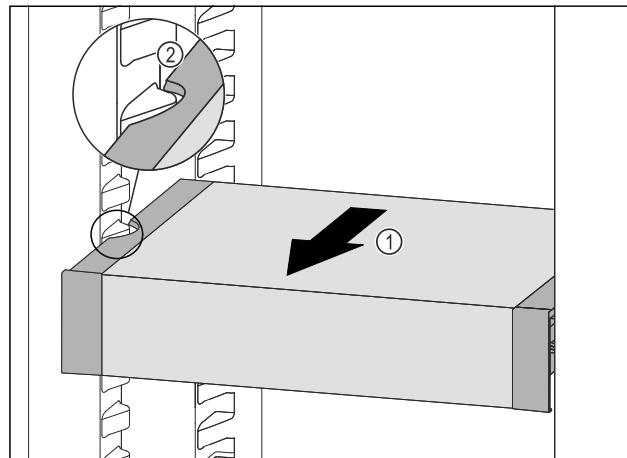

Fig. 97
- VarioSafe tiahajte dopredu Fig. 97 (1), kým sa bočné vybrania VarioSafe nebudú nachádzať vo výške rebra nádoby v chladničke. Fig. 97 (2)